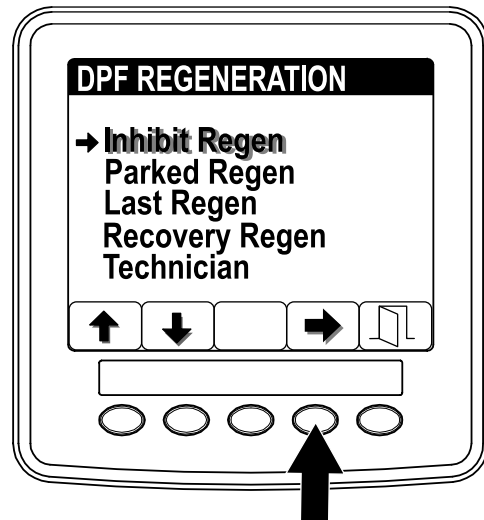

Figura 41
1. Accedete al menu DPF Regeneration e premete i pulsanti 1 o 2 per far scorrere il menu verso il basso fino all'opzione INHIBIT REGEN (Figura 41).
2. Premete il pulsante 4 per selezionare la voce Inhibit Regen (Figura 41).